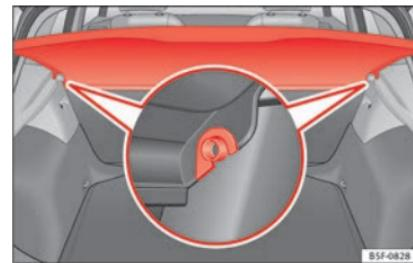

Fig. 164 Nel bagagliaio: smontare e montare il ripiano.
» fig. 164 tirandolo verso l'alto ed estrarlo.
- Inserire la copertura in modo orizzontale facendo coincidere la "mezzaluna" sull'asse dei supporti » fig. 164 e premendo verso il basso fino a far scattare l'innesto.